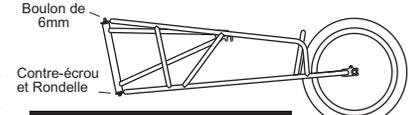
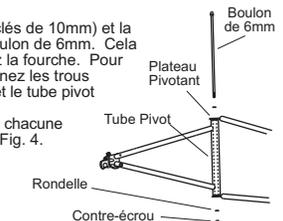

FIG.3 Fourche tournée vers l'arrière.
FIG.4 Assemblage de la Fourche Tournée et du Boulon
**2. ASSEMBLAGE DE LA FOURCHE:** Pour des raisons de transport, la fourche de la remorque a été attachée au cadre de telle façon qu'elle pointe vers l'arrière de la remorque. Fig. 3. La fourche devra être retirée et tournée à 180 degrés avant d'être réattachée avant usage, tel que cela est illustré sur la Fig. 4.
**A)** Retirez le contre-écrou (Fig. 3, en utilisant deux clés de 10mm) et la rondelle plate, retirez ensuite entièrement le long boulon de 6mm. Cela libérera la fourche du cadre de la remorque. Retirez la fourche. Pour remettre la fourche, en place en direction avant, alignez les trous sur les plateaux tournants du cadre de la remorque et le tube pivot de la remorque tel que cela est illustré par la Fig. 4.
**B)** Insérez le long boulon de 6mm avec une rondelle à chacune de ses extrémités et serrez ensuite le contre-écrou, Fig. 4. Serrez le contre-écrou à 70 cm-kg.